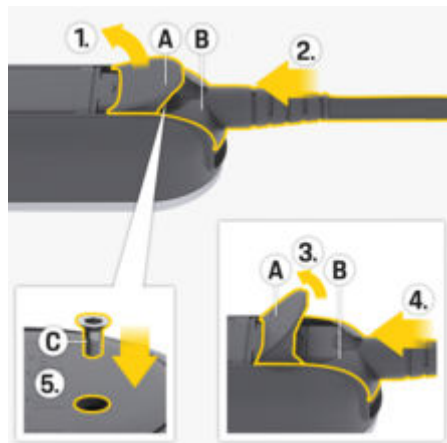

Fig. 50 Ajuste de los cables de alimentación y enchufes
1. Abra la cubierta **A** (Fig. 50) unos 15 grados (lo suficiente para que el enchufe **B** (Fig. 50) encaje en la unidad de control).
2. Inserte el enchufe **B** (Fig. 50) en la unidad de control hasta que se sienta primero la resistencia.
3. Abra completamente la cubierta **A** (Fig. 50).
4. Empuje el enchufe **B** (Fig. 50) por completo.
5. Cierre la cubierta **A** (Fig. 50) por completo y ajústela con el tornillo **C** (Fig. 50).